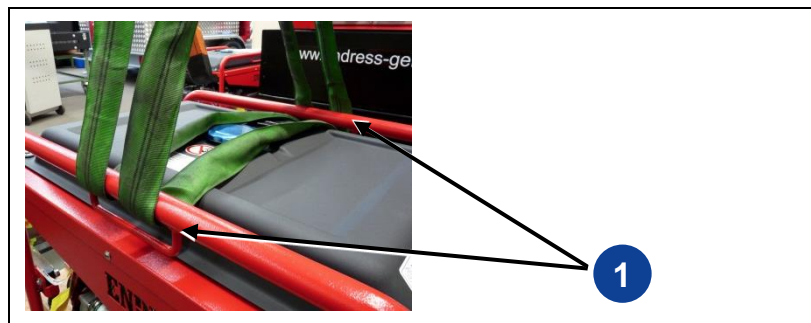

Abb. 4-1: Anbringung Tragegurte
am oberen Rahmen führen lassen (siehe Abb. 4-1). Nur so kann der Stromerzeuger waagrecht und gegen seitliches Verrutschen gesichert angehoben werden.
1. Geeigneten Tragegurt durch die dafür vorgesehenen Bügel (Abb. 4-1-(1)) im oberen Rahmenbereich führen.